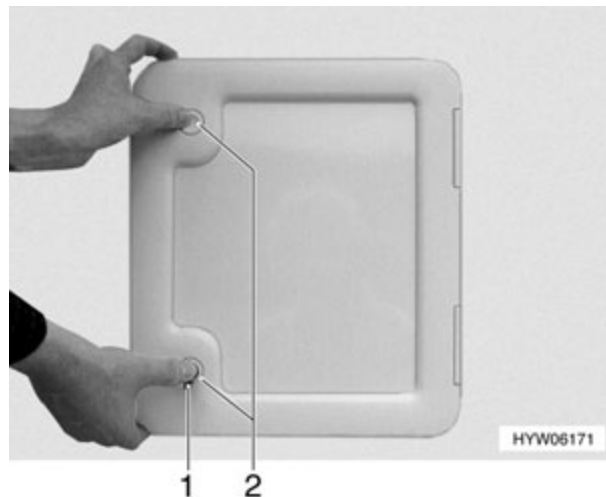

Fig. 140 Ouverture du portillon Thetford
Le portillon pour la cassette Thetford (Fig. 140) se trouve à l'extérieur du camping-car :
- Ouvrir le verrou de pression (Fig. 140,1) avec la clé.
- Appuyer les deux verrous à pression (Fig. 140,2) en même temps et ouvrir le portillon Thetford.